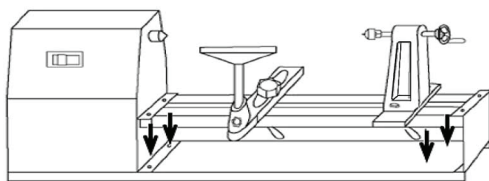

рис. 2
7.3. Необходимо надёжно зафиксировать станок на верстаке. Совместив отверстия на основании станка и верстаке, закрепите станок при помощи 4 болтовых соединений (не входят в комплект поставки) (рис. 2).